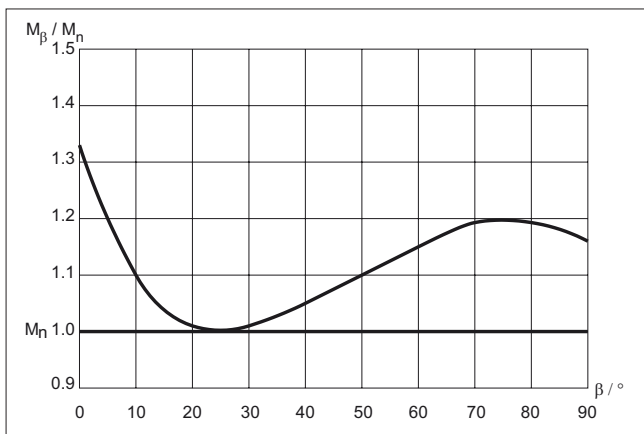

图.3 输出扭矩与转角函数关系
执行机构内有两个可调限位器螺钉; 用于在极限位置阻止副轴的运动。当活塞位于气缸上端时, 执行机构产生约为额定扭矩 1.3 倍的扭矩, 另见图 3。对于某些阀门 (如蝶阀), 关闭扭矩和位置是精确的。必须根据正确说明调整气缸端的限位螺钉 (26), 更多详细信息请参阅单独的阀门专用说明。O 型圈 (33A) 用于密封气缸端的限位螺钉。另请参阅阀门的使用说明。